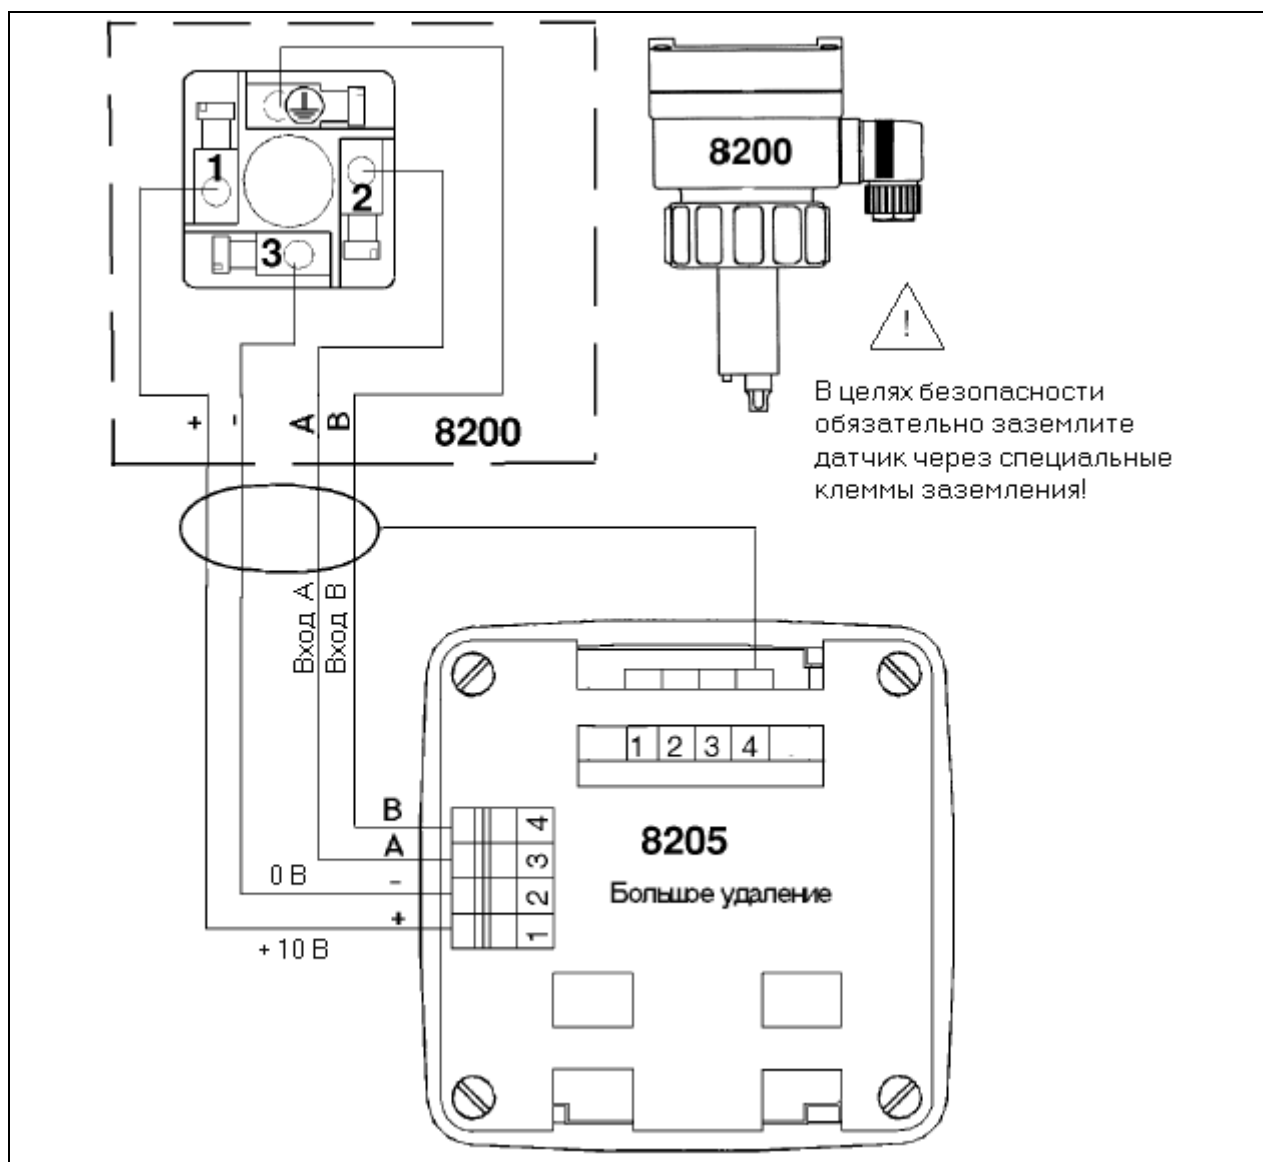

Рис. 3.19 Датчик 8200 со штекером – большое удаление
3. Произвести подключение согласно схеме (рис. 3.19).